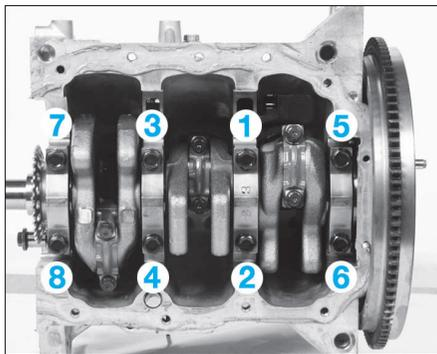

FIG. 86
- reposer et serrer, par passes successives, les chapeaux de paliers de vilebrequin dans l'ordre indiqué (Fig. 86).